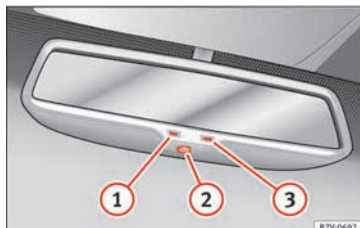

Fig. 148 Retrovisor interior antideslumbrante automático.
Leyenda de **fig. 148**:
Esta función se puede activar y desactivar pulsando el mando del retrovisor interior » **fig. 148** ②. Cuando está activada, se ilumina el testigo ①.